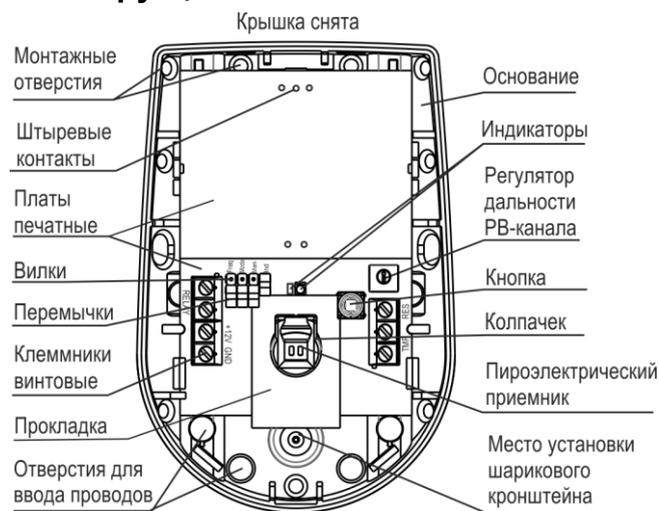

Рисунок 3
5.1 Конструктивно извещатель выполнен в виде блока, состоящего из основания и съемной крышки. Внутри блока смонтированы печатная плата с радиоэлементами, пирозлектрическим приемником и клеммниками винтовыми и плата радиоволнового датчика канала РВ (рисунок 3). Платы соединены между собой с помощью штыревых контактов.